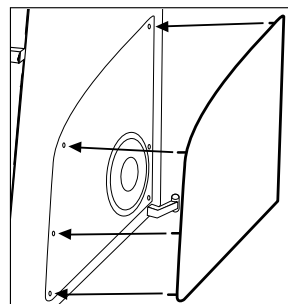

Abbildung 5.
1. Führen Sie die sechs Stifte des jeweils passenden Gitters in die entsprechenden Gummibuchsen in der Einfassung eines der Tieftöner ein, wie für den rechten Tieftöner in Abbildung 5 gezeigt.